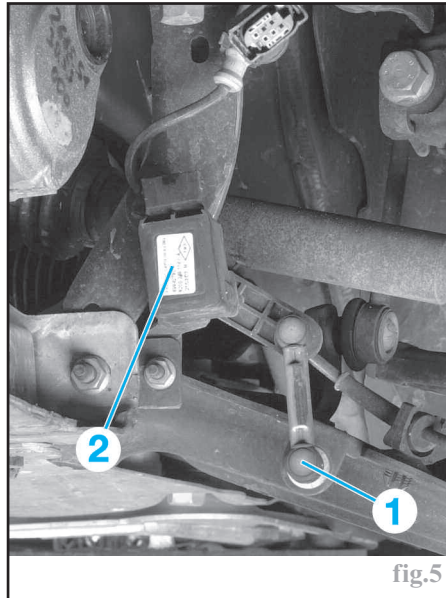

fig.5
- les vis inférieures du renfort latérale sur la traverse inférieure avant (11),
- les vis de fixation avant (12) et les écrous de fixation arrière de la traverse inférieure avant,
- la traverse inférieure avant (14).
- Dégager le fil (9) du capteur de vitesse de roue et le débrancher au niveau du passage de roue.
- le boulon de bridage de la rotule inférieure sur le pivot (3),
- avec des projecteurs au xénon, la rotule (1) du capteur de hauteur (2) (fig.5),
- avec des projecteurs au xénon, la rotule (1) du capteur de hauteur (2) (fig.5).